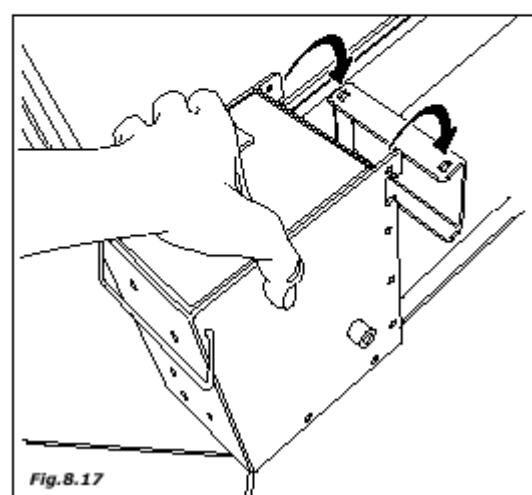

Fig. 8.17
- установите ящик для монет в нижней части аппарата (рис. 8.17).